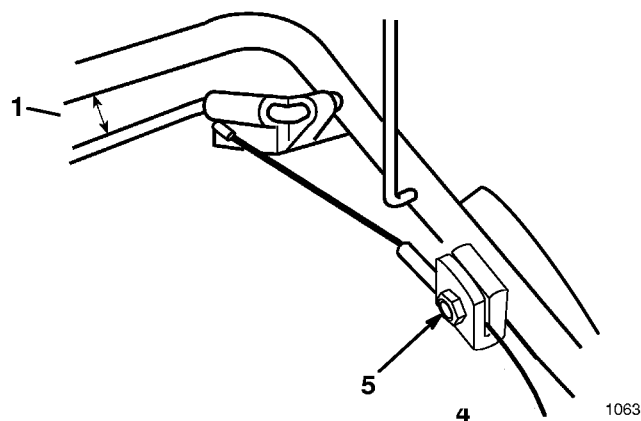

Figure 30
- Desserrer l'écrou du serre-câble (Fig. 30).
- Maintenir la barre de commande d'autopropulsion à 2 à 4 cm (1 à 1 1/2 po.) du guidon (Fig. 30).